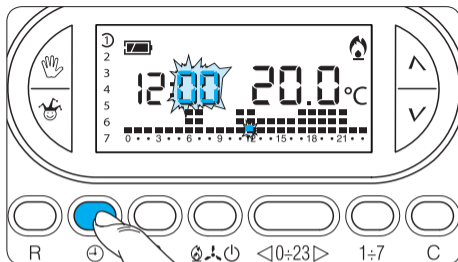

Fig. 13
4.2- Premere 2 volte il pulsante ⊕ (fig. 13).